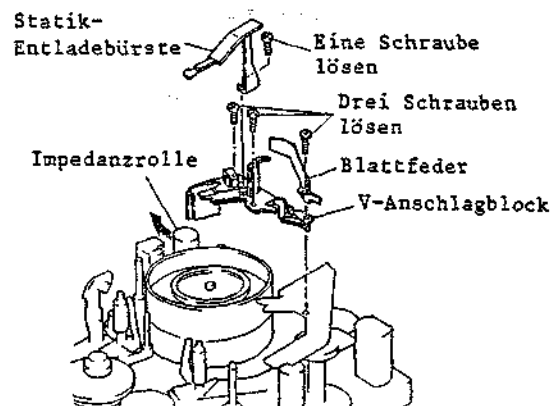

Abb. 2-89 Ausbau des V-Anschlagblocks
### 3-38 Ausbau des V-Anschlagblocks (Abb. 2-89)
1. Eine (1) Befestigungsschraube der Statik-Entladebürste lösen (siehe Abb. 2-89).
2. Drei (3) Befestigungsschrauben des V-Anschlagblocks lösen.
4. Den V-Anschlagblock ausbauen (siehe Abb. 2-89).